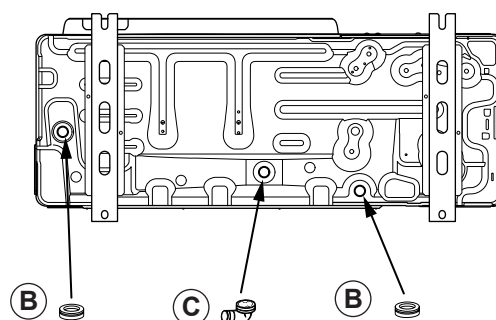

fig. 15 - Posa dell'unità esterna, uscita della condensa
- Durante il funzionamento, potrebbe uscire dell'acqua dall'unità esterna. Non installare l'apparecchio su una terrazza; privilegiare una zona drenata (letto di ghiaia o sabbia). Se l'impianto è realizzata in una zona in cui la temperatura può essere inferiore a 0°C per un lungo periodo, verificare che la presenza di ghiaccio non comporti alcun rischio. È inoltre possibile collegare un tubo di scarico all'unità esterna (fig. 15).
L'unità esterna deve essere sopraelevata di almeno 50 mm rispetto al suolo. Nelle zone innevate, occorre aumentare l'altezza ma senza mai superare 1,5 m (fig. 15).